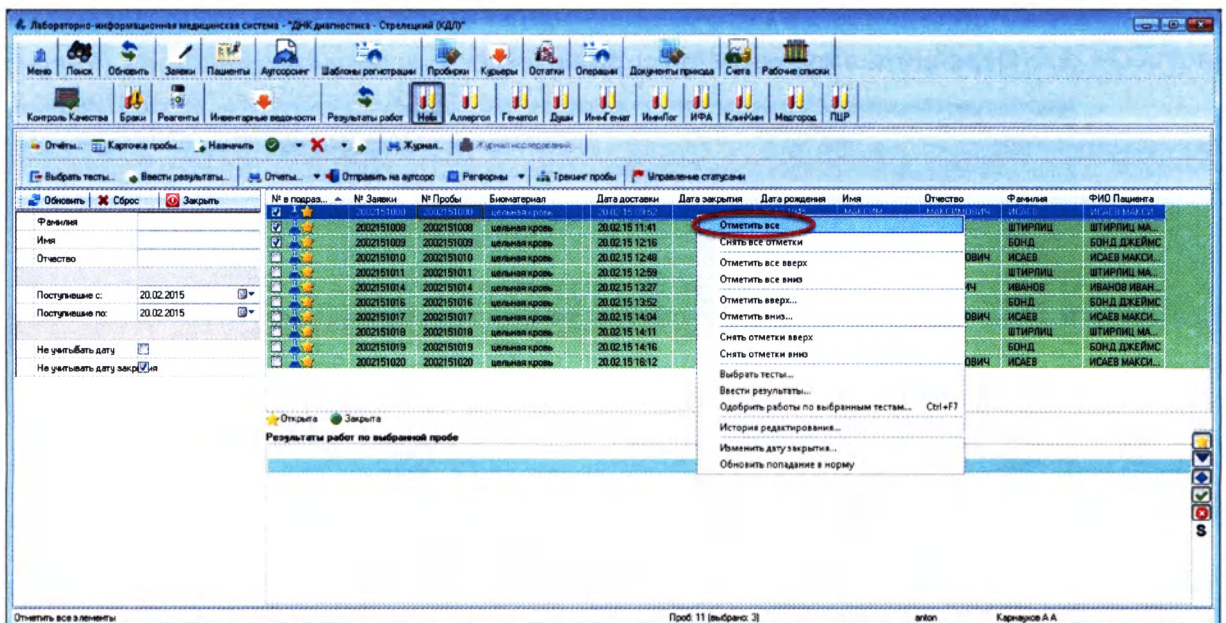

Рисунок 9.5
5. Если необходимо выделить все заявки, щелкните правой кнопкой мыши по любой заявки, выберите пункт «Отметить все» (Рисунок 9.5):